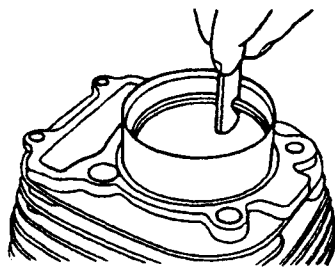

图 1-7 测量活塞环开口间隙
(1) 活塞环开口间隙的检测: 如图 1-7 所示, 将活塞环放入汽缸内, 用活塞头部将活塞环推入汽缸底部附近的磨损最小部位, 并使其保持水平状态; 然后用塞尺测量活塞环开口间隙, 若测量值大于使用极限值 (表 1-5), 则说明活塞环过度磨损, 应更换活塞环。